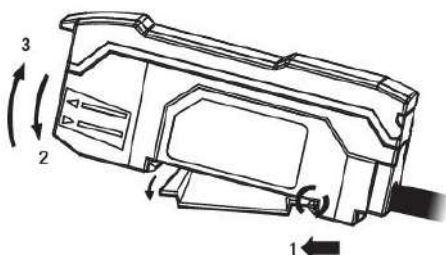

Рис. 1
1. Совместите слот в нижней части корпуса усилителя с направляющей DIN-рейки, как показано на рис. 1. Нажимая на корпус усилителя в направлении стрелки 1, нажимайте вниз в направлении стрелки 2.